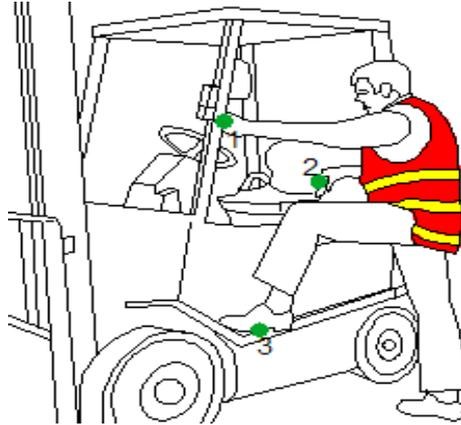

Figura 1 – Utilizzare tre punti di contatto
- ❖ Nelle operazioni di salita e discesa, utilizzare tre punti di contatto (vedi figura 1)